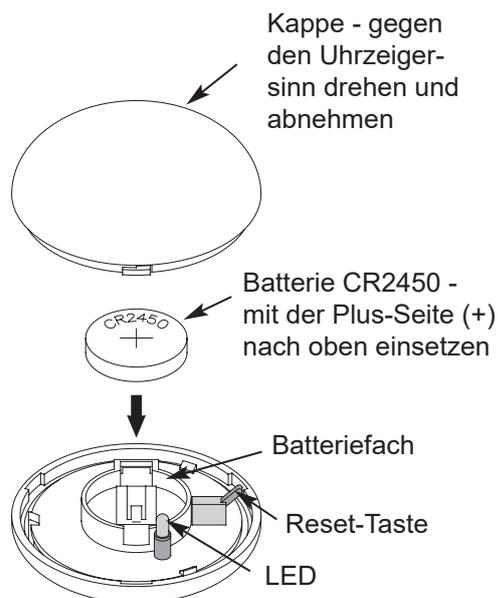

Abb. 3
5. Setzen Sie die Batterie (CR2450) wie in Abb. 3 auf
Abb. 3 auf Seite 20) mind.